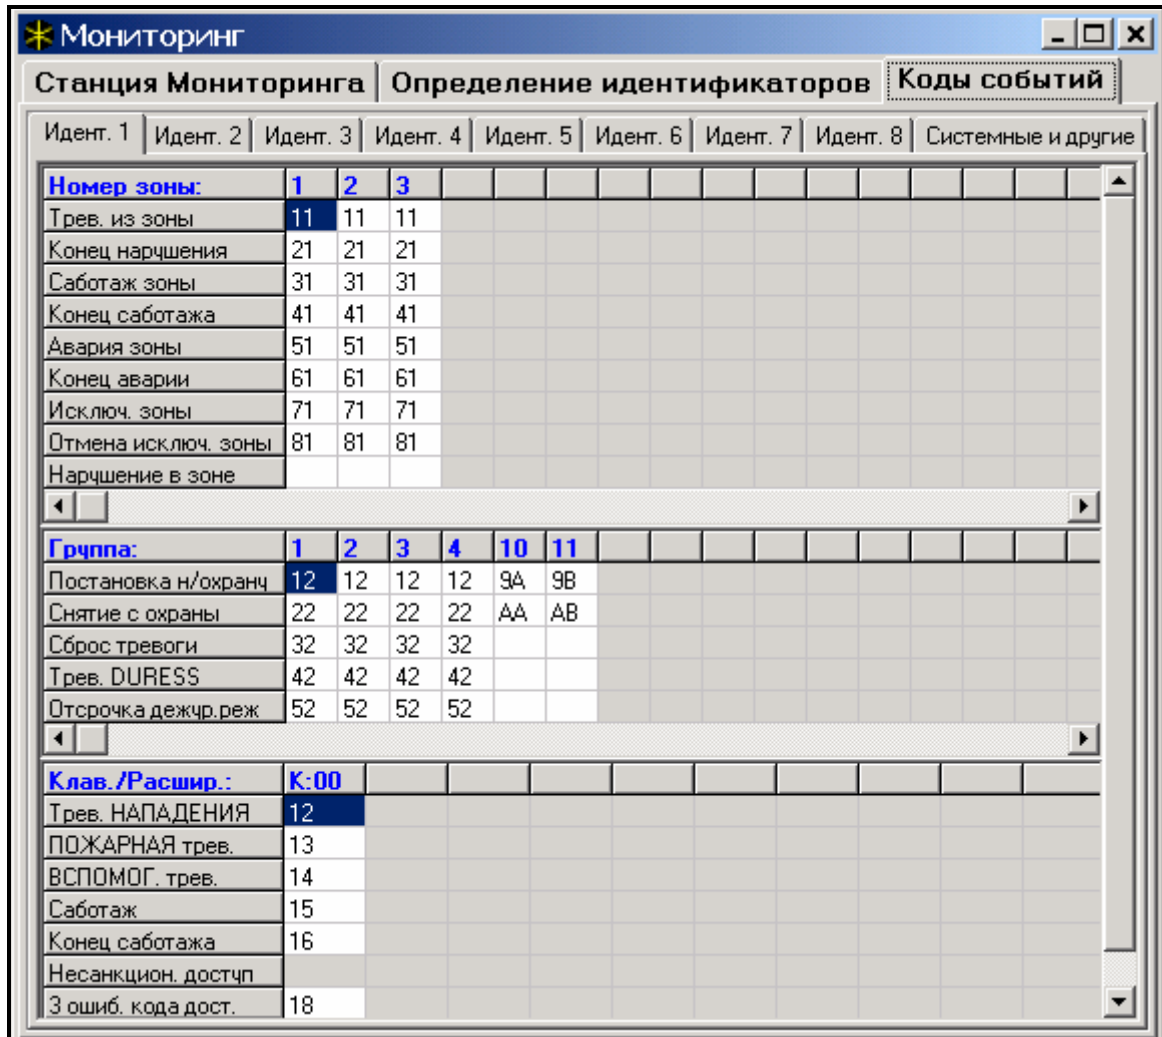

Рис. 10. Программирование кодов мониторинга для импульсных форматов.
Коды событий программируются после распределения. Программа DLOAD64 (и соответствующие сервисные функции) отображает все, подчиненные данному идентификатору события, что упрощает процесс правильного программирования кодов (в окне событий идентификатора появляются поля под коды только тех событий, извещение о которых будет передаваться вместе с данным идентификатором - см. Рис. 10).
- Указанные на рис. 10 и 11 коды системных событий случайно выбраны и являются лишь примером программирования. Коды программируются в соответствии с указаниями обслуживающего персонала станции мониторинга.